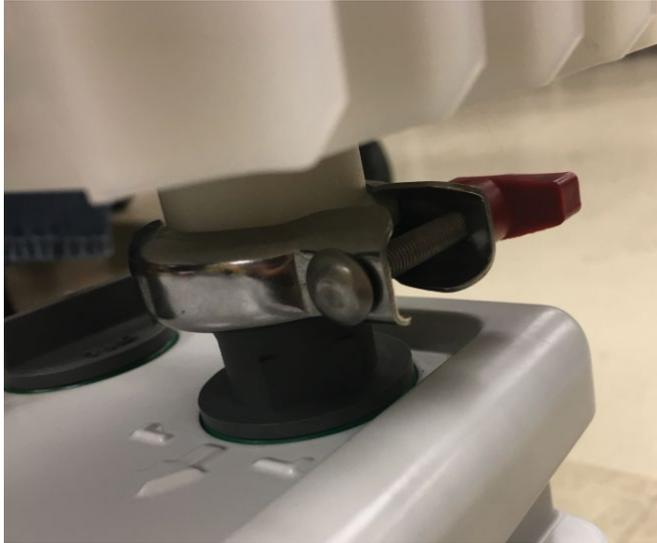

Figure 27 : fixation du filtre à brouillard d'huile avec un collier
- 6) Utilisez le collier inclus pour fixer solidement le filtre à brouillard d'huile à l'adaptateur. Ne desserrez pas l'adaptateur du port d'échappement gris lorsque vous installez le filtre à brouillard d'huile. Reportez-vous à la Figure 27.